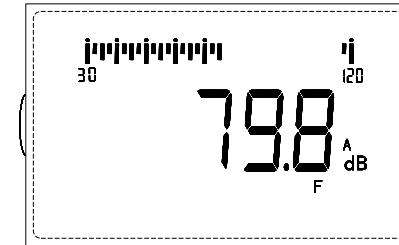

图5
1) 按计权按钮使显示器显示“C”, LCD上显示的就是“C”声级的测量值。按“计权”按钮使显示器显示“Lin”, LCD上显示的就是“线性声压级”的测量值。见图5。
3) 时间计权快 (F)、慢 (S)、脉冲 (I) 的选择一般采用快档“F”，如果读数变化较大，可采用慢档“S”时间计权。特殊要求时使用 脉冲 (I) 测量，见图5。